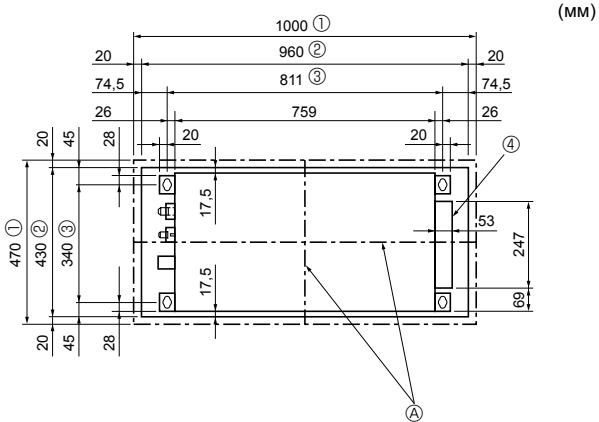

Рис. 2-3
2.3. Расположение отверстия в потолке и навесных болтов (Рис. 2-3)